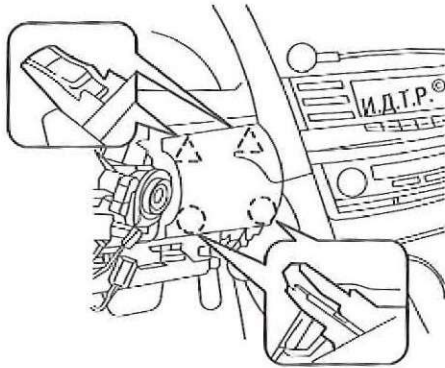

Рис. 6.12. Крепление декоративной накладки панели приборов
9. Извлеките два держателя и преодолевая сопротивление двух фиксаторов снимите декоративную накладку (рис. 6.12) панели приборов.